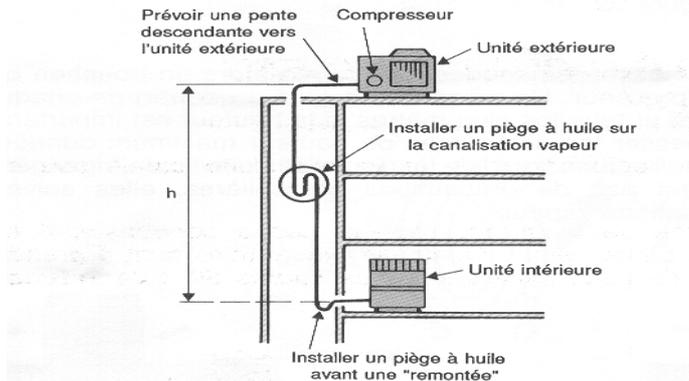

Figure 17 : Unité intérieure plus haute que l'unité extérieure (fonction réversible)
- Si l'unité est plus haute que l'unité extérieure, un piège à huile est nécessaire pour un climatiseur fonctionnant en inversion de cycle uniquement (figure 17) ;